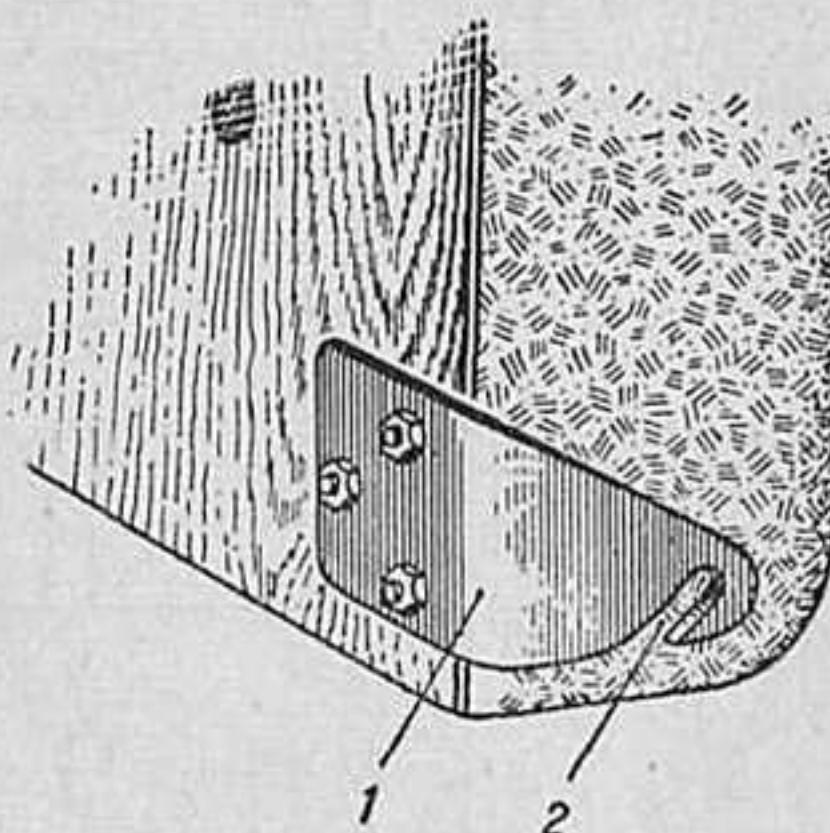

Рис. 6
5. Если спинки переднего сидения оставлены не съемными, то достаточно удобный ночлег можно обеспечить иными путями. Наиболее простой из них заключается в том, что легко съемной делается только спинка заднего сидения. Этого можно достигнуть несколькими путями. Как известно, спинка заднего сидения установлена на шарнирах, что обеспечивает доступ в багажник. Шарниры образованы двумя фасонными болтами, крепящими спинку к днищу кузова. Шейки этих болтов проходят в отверстия металлических кронштейнов спинки. Можно снять спинку, вывернув болты. Однако при частом пользовании постелью это становится неудобным и может повести к порче резьбы. Лучше пропилить в металлических кронштейнах 1 спинки (рис. 6) специальные проходы 2 для шеек болтов. Тогда спинку можно снять очень просто и быстро. Нужно только так рассчитать направление пропилов, чтобы спинка сама с болтами не соскакивала. Можно также около пропилов устроить специальные застежки, откидывающиеся или пружинящие. Эти застежки будут запирать спинку на своем месте.